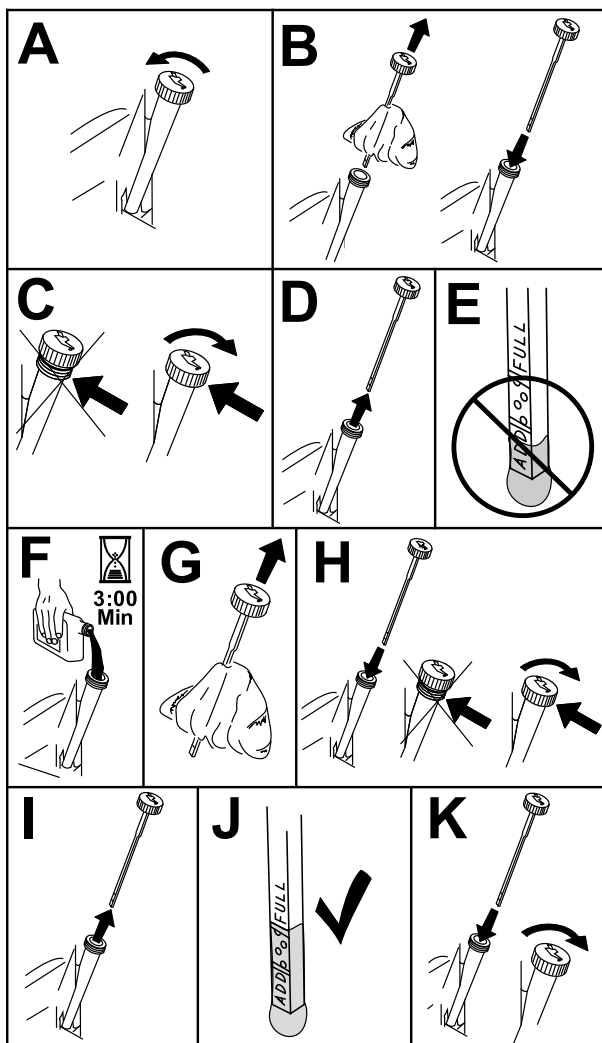

Figure 42
3. Pour éviter de faire tomber de l'herbe, de la poussière, etc. dans le moteur, nettoyez la surface autour du bouchon de remplissage et de la jauge de niveau avant de l'enlever (Figure 42).